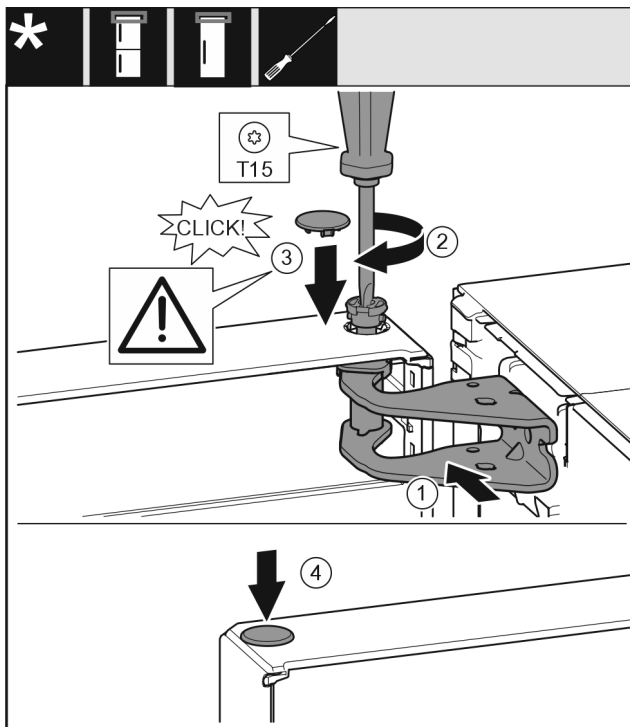

Fig. 13
- ▶ Вирівняйте дверцята зверху по отвору в опорному кронштейні. Fig. 13 (1)
- ▶ Вставте палець та закрутіть за допомогою викрутки T15. Fig. 13 (2)
- ▶ Встановіть захисну кришку для захисту дверцят: вставте захисну кришку і проконтролюйте, щоб вона прилягала до дверцят. Якщо це не так, повністю вставте палець. Fig. 13 (3)
- ▶ Вставте пробку. Fig. 13 (4)